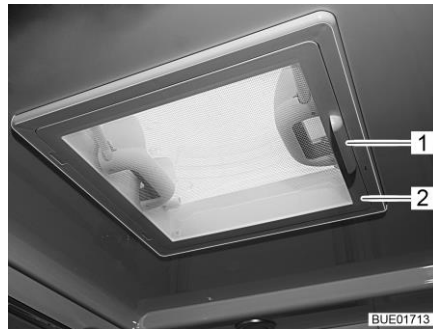

Fig. 123 Oblò a scatto
- Spingere la protezione contro gli insetti (Fig. 123,2) verso il basso utilizzando la maniglia (Fig. 123,1).